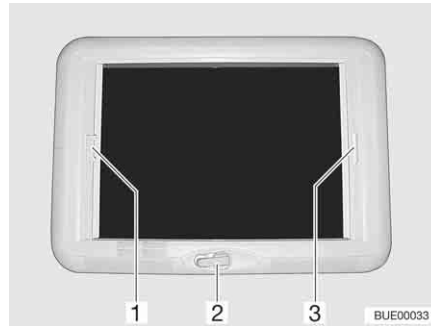

Fig. 123 Claraboya de manivela
- Girar la manivela (Fig. 123,2) hasta que se note resistencia.
- Tirar del tirador (Fig. 123,3) del estor plegable y soltarlo en la posición deseada. El estor plegable se queda fijo en esta posición.
- Tirar del tirador (Fig. 123,1) de la protección contra insectos hacia el tirador opuesto del estor plegable (Fig. 123,3) y hacerlos engatillar.
- Presionar el tirador de la protección contra insectos (Fig. 123,1) por la parte de atrás hacia arriba y desengancharla del estor plegable (Fig. 123,3).